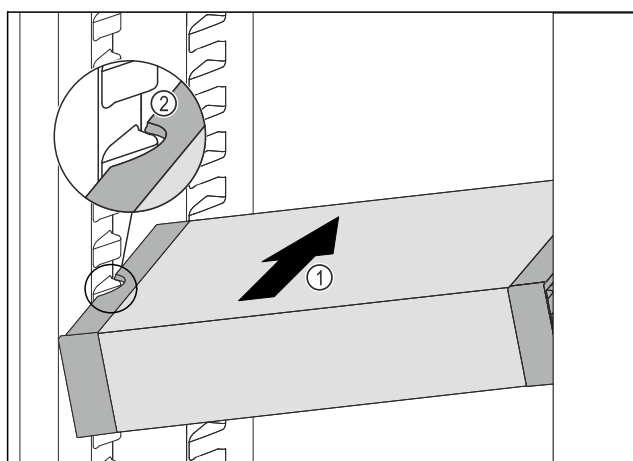

Fig. 69
- ▶ Lükake VarioSafe'i kaldu jahutusosasse Fig. 69 (1), kuni VarioSafe'i külgmised väljalõiked Fig. 69 (2) asuvad jahutusosas anumaribi kõrgusel.